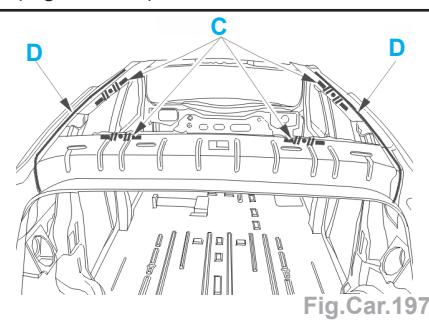

Fig.Car.197
- Poser les cordons de calage préformés (suivant C : longueur 300,0 mm - Ø 13 mm) (Fig.Car.197).